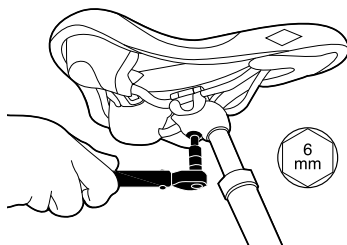

Figura 8. Avvitamento/svitamento della vite di serraggio
1. Allentare la vite che trattiene la sella e il reggisella con una chiave a brugola da 6 mm come in Figura 8 in modo che il gioco sia sufficiente da poter muovere facilmente la sella.